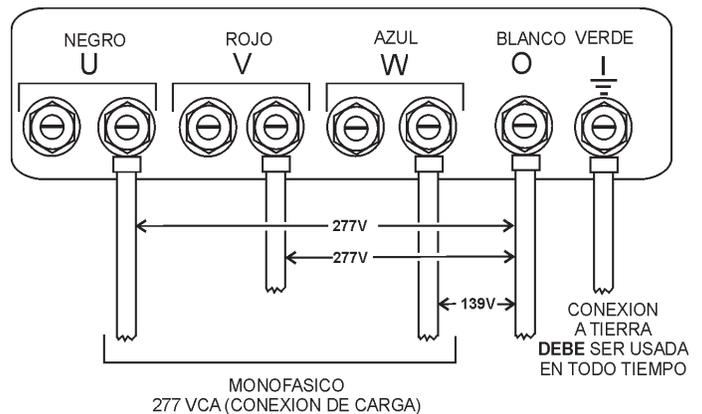

Figura 29. UVW O Terminales de salida Conexiones 1Ø-277V
- Conectar el cable de carga a las terminales U V W O como muestra la figura 29.